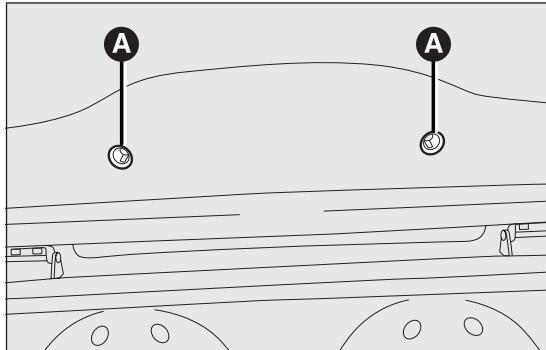

Abb. 117
- Die beiden Schutzdeckel entfernen und die beiden Befestigungsschrauben A Abb. 117 lösen;